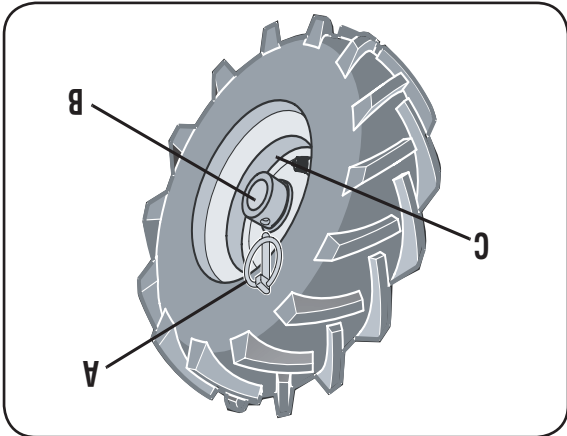

Figure 3-2: Mode ROUES MOTRICES
4. POUR LE MODE ROUES MOTRICES (Figure 3-2) : Glissez la roue vers l'extérieur et alignez les trous du moyeu (D, Figure 3-2) et de l'axe des roues (B). Enfoncez la goupille Klik (A) dans le moyeu (C) et l'axe (B). Répétez la procédure sur l'autre roue et retirez la cale qui soutient la transmission.
3. Enlevez une goupille Klik (A, Figures 3-2 et 3-3) de l'arbre d'entraînement des roues (B).